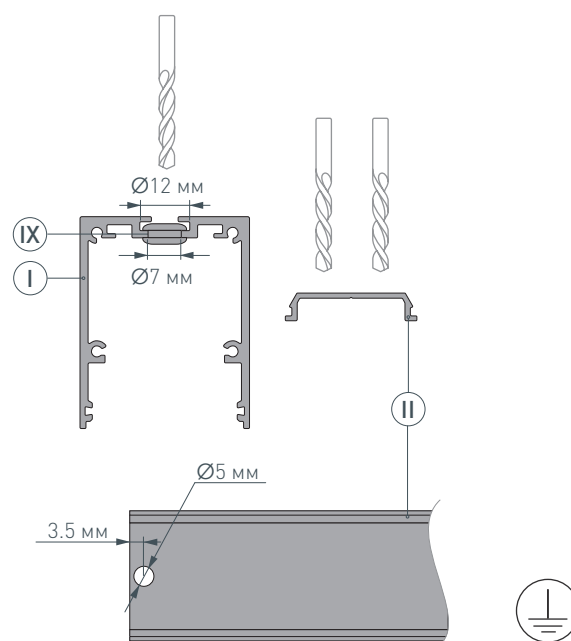

Рис. 1. Подготовка отверстия для вывода кабеля на основании для светодиодной ленты ②. Вид сверху
- 1** / Просверлите два отверстия $\varnothing 12$ мм и $\varnothing 7$ мм в профиле ① для вывода сетевого кабеля, а также для установки клемм заземления профиля и блока питания. Затем просверлите отверстие $\varnothing 5$ мм в основании для ленты ② для вывода кабеля питания светодиодной ленты, как показано на рис. 1. **Установите клеммы заземления профиля и блока питания.** Установите в профиле ①, в отверстия для сетевого кабеля силиконовую муфту ⑨.